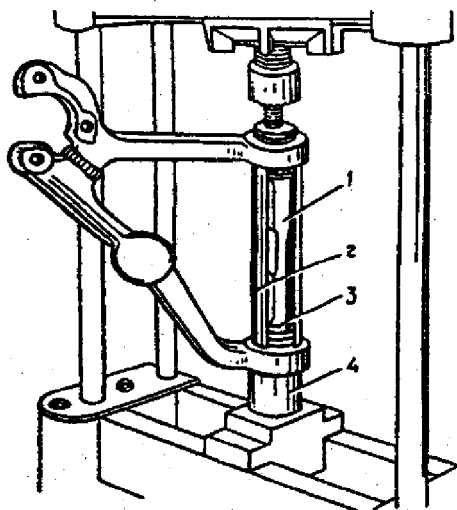

Fig. 4-10. Remoção das buchas do braço superior: 1 - eixo do braço; 2 - dispositivo 67.7823-9527; 3 - articulação; 4 - suporte A.47045.
1. Instalar entre os olhais do braço, no eixo, o dispositivo 67.7823-9527 e apoiar o braço no suporte A.47045 (fig. 4-10).